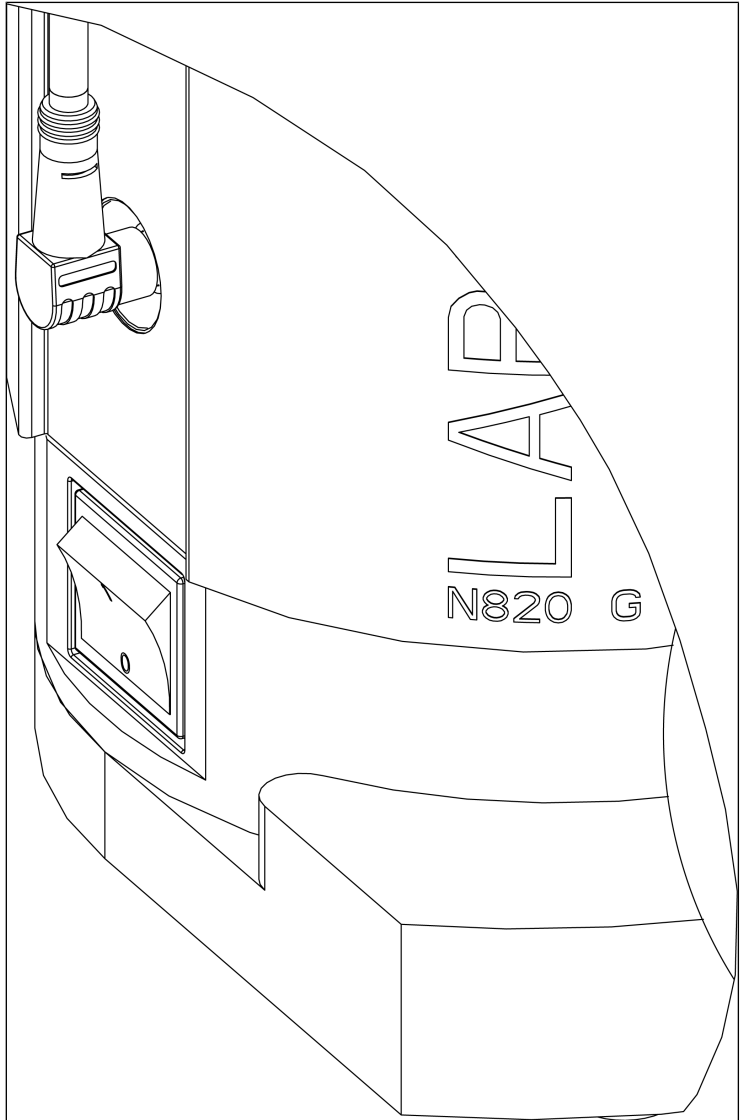

Abb.11: Vakuumsystem ein- und ausschalten mit Netzschalter
- Schalten Sie das Vakuumsystem mit dem Netzschalter ein (siehe Abb. 11).